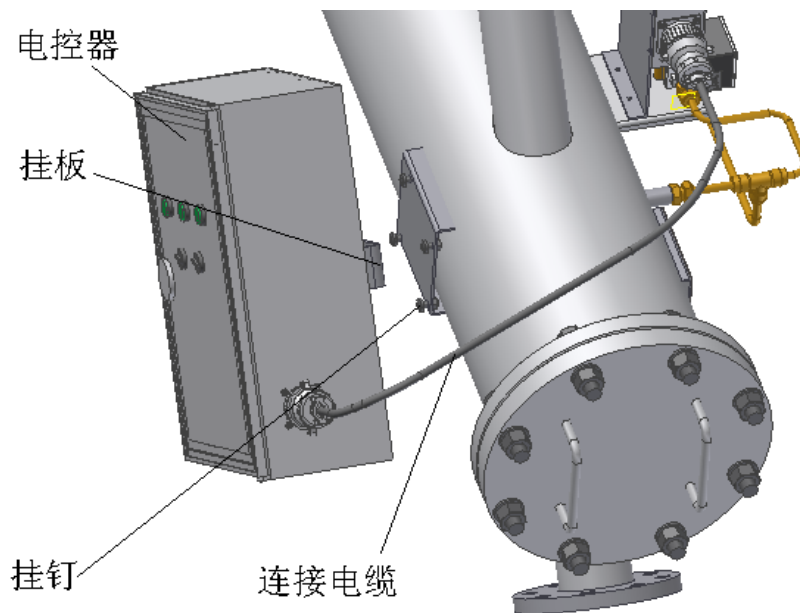

图 8
- a. 电控器挂于过滤装置上，如图 8 所示，将电控器挂板挂在过滤装置的挂钉上，有两个方向，可根据需要放置。
- 8) 电气连接如图 8 所示，将连接电缆线航空插头插入电控器和电控盒的航空插座内，完成机电连接。